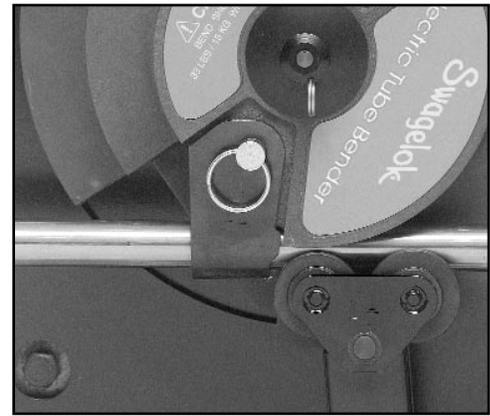

Figure 9
3. Remettre le tube dans la bride de tube en le faisant glisser pour aligner la marque de cintrage avec le bord gauche de la bride de tube. (Voir la figure 9.)